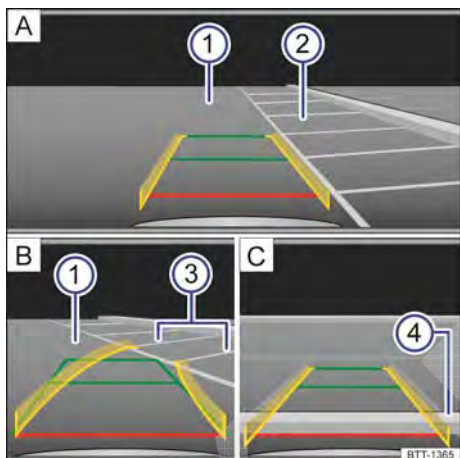

Fig. 150 Exibição do display: entrar na vaga de estacionamento com a câmera de marcha a ré, modo 1.
Legenda para Fig. 150:
Legenda para Fig. 150
- Posicionar o veículo na frente da vaga de estacionamento ❷ → Fig. 150 **A**.
- Conduzir lentamente para trás e manobrar de modo que as guias amarelas sejam guiadas ao longo das linhas de limitação lateral ❸ da vaga de estacionamento selecionada **B**.
- Alinhar o veículo na vaga de estacionamento selecionada de modo que as guias amarelas fiquem em cima das linhas de limitação lateral ❸ da vaga de estacionamento selecionada.
- Parar o veículo o mais tardar ao atingir a guia vermelha de limitação traseira, por exemplo, meio-fio ❹ **C**.